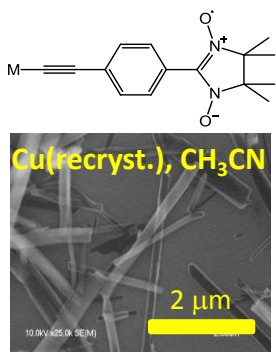

図1 磁性有機化合物の銅アセチリドによるナノワイヤーと磁化率
- エチニル基を導入した有機磁性分子の銅(I)錯体を合成し、再結晶化することで、磁性を有するナノワイヤー (図1) を作製しました。ナノワイヤー状でも磁性を維持していることが明らかになりました。また、銀(I)錯体の場合は、ナノ粒子も一部副生しました。